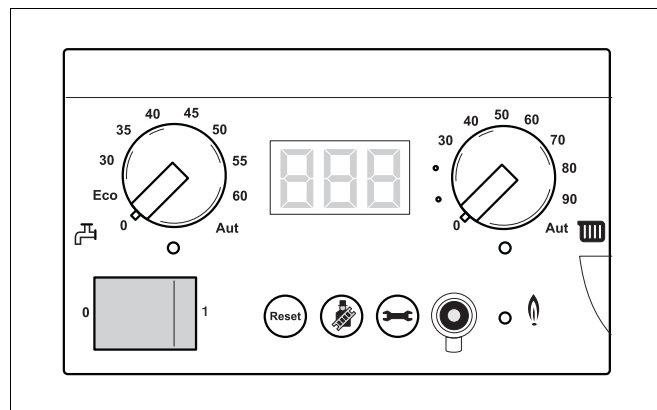

Рис. 73 Отключение напряжения отопительной установки
- Отключить напряжение отопительной установки (рис. 73).